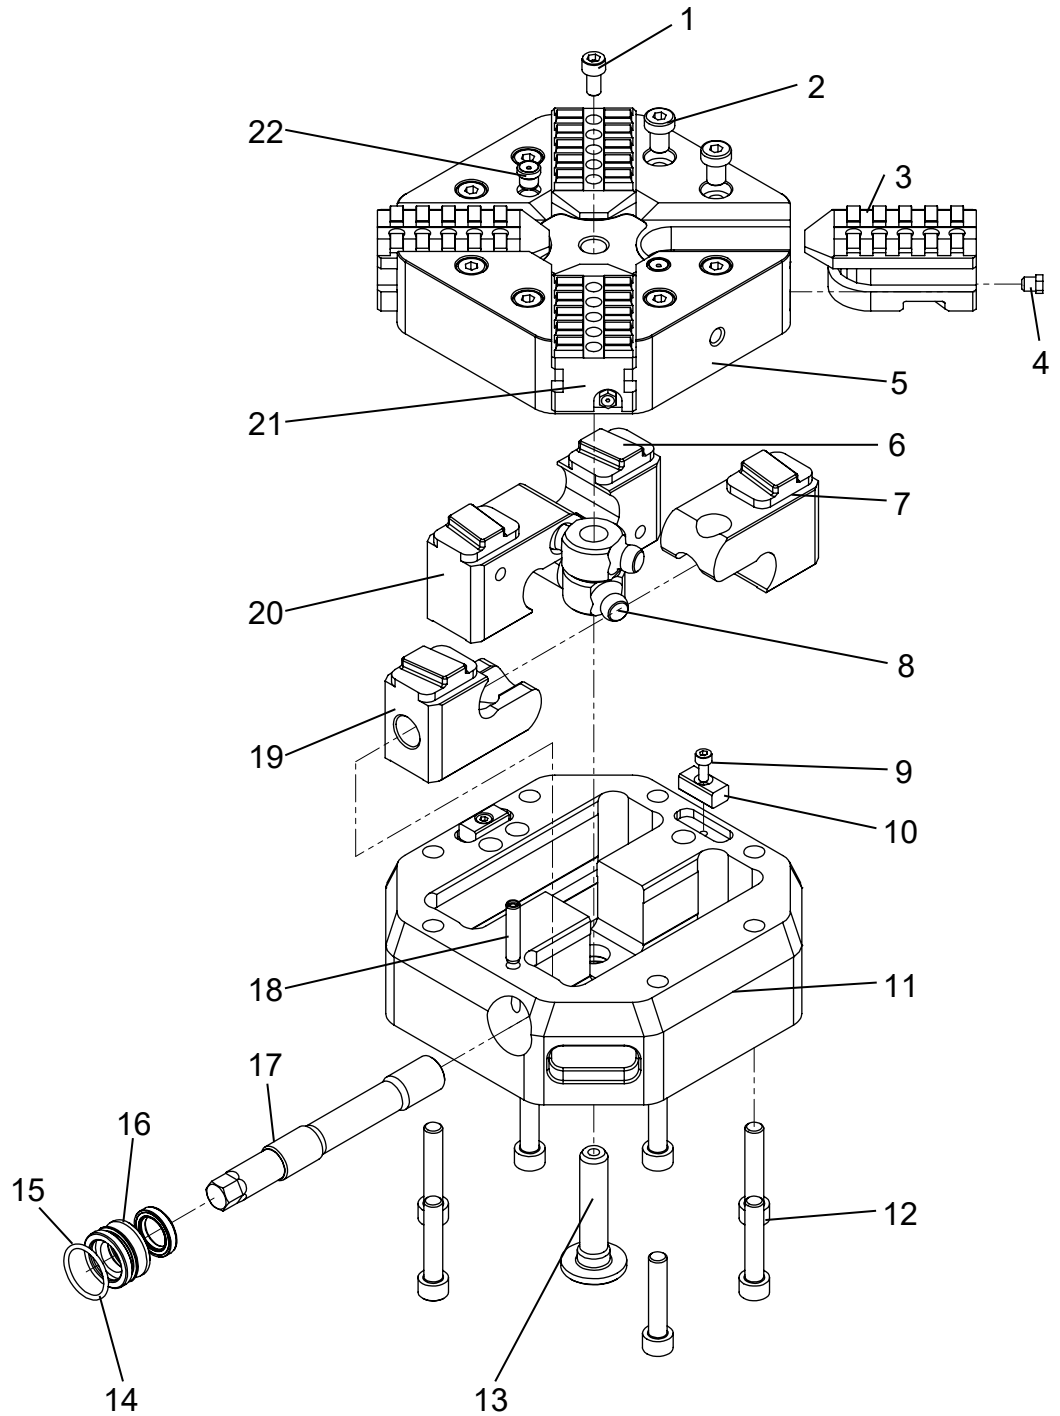

Fig. 8-1: Piezas de repuesto para InoFlex® VF016 – VF026
**Paso 1** Busque la pieza de repuesto que necesita con ayuda de la Fig. 8-1.